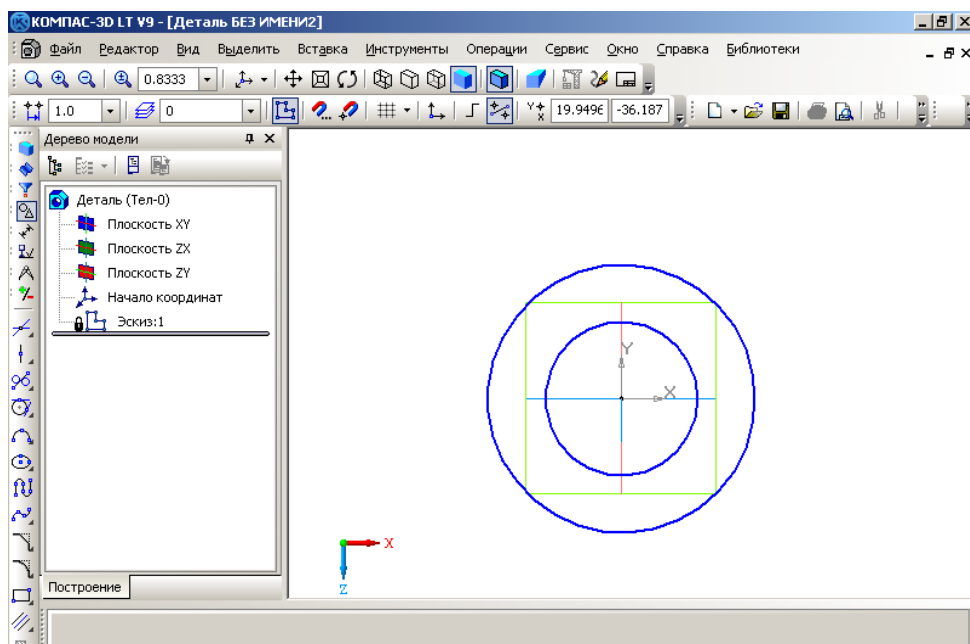

Рис.3
- Следуя указаниям строки сообщений, указываем центр окружности в начале координат и радиусы → **Enter**. Рис.3. Фланец 1.exe